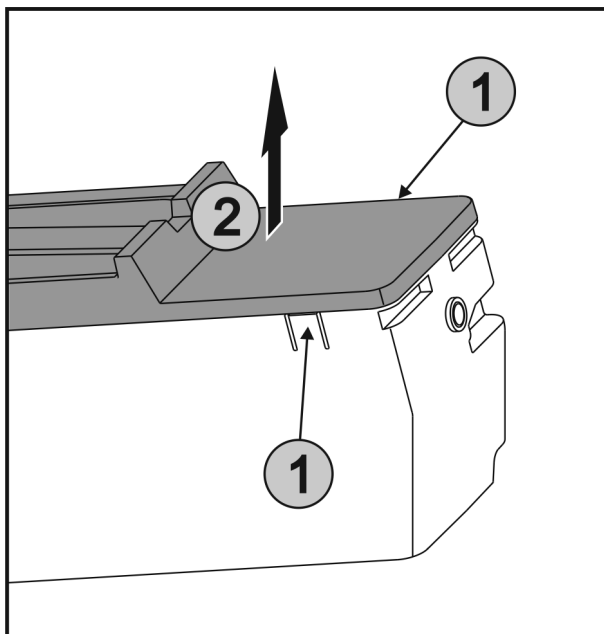

Fig. 68
- ▶ Lippen Fig. 68 (1) aan beide zijden van EasyTwist-Ice gelijktijdig indrukken en de afdekking Fig. 68 (2) omhoog verwijderen.